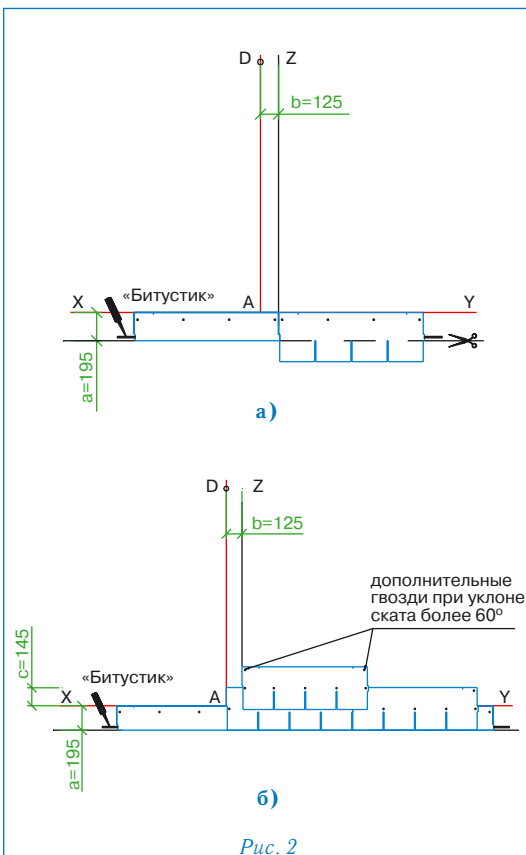

Рис. 2
Укладка материала (рис. 2)
- далее первый ряд черепицы укладывается от линии AD (рис. 2б);
- второй ряд укладывается от линии Z (со смещением 12,5 см от AD) (рис. 2б);
Каждый лист черепицы СТАНДАРТ крепится 5 гвоздями (ось гвоздей на линии битумных клеевых полос) таким образом, чтобы гвоздь прошивал и верхний край нижележащего листа черепицы (рис. 2б).